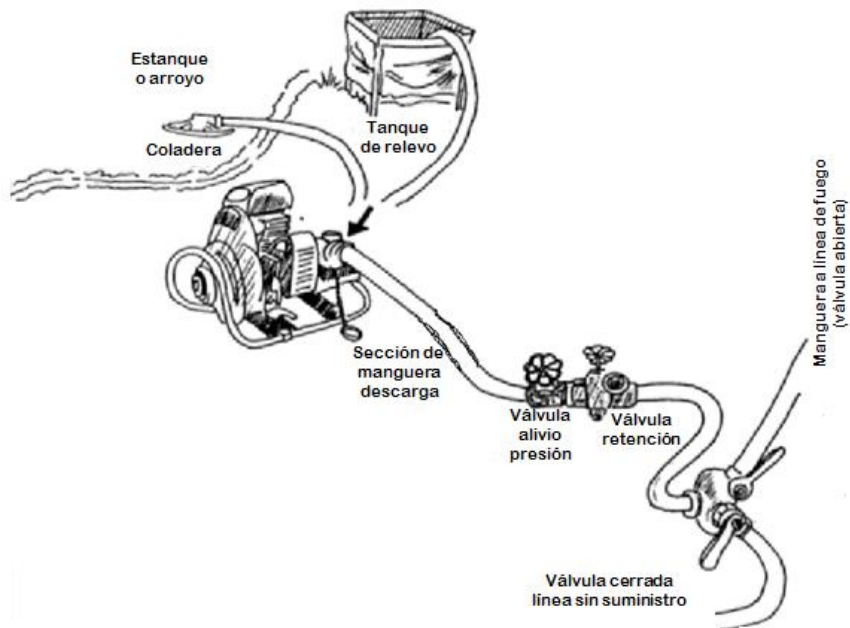

Figura 2. Instalación de la bomba Portátil.
1. Conecte un tramo corto de manguera en la salida de descarga de la bomba y prepare con una válvula de alivio de presión, válvula de retención y purga, línea de suministro, boquillas, etc. (figura 2).